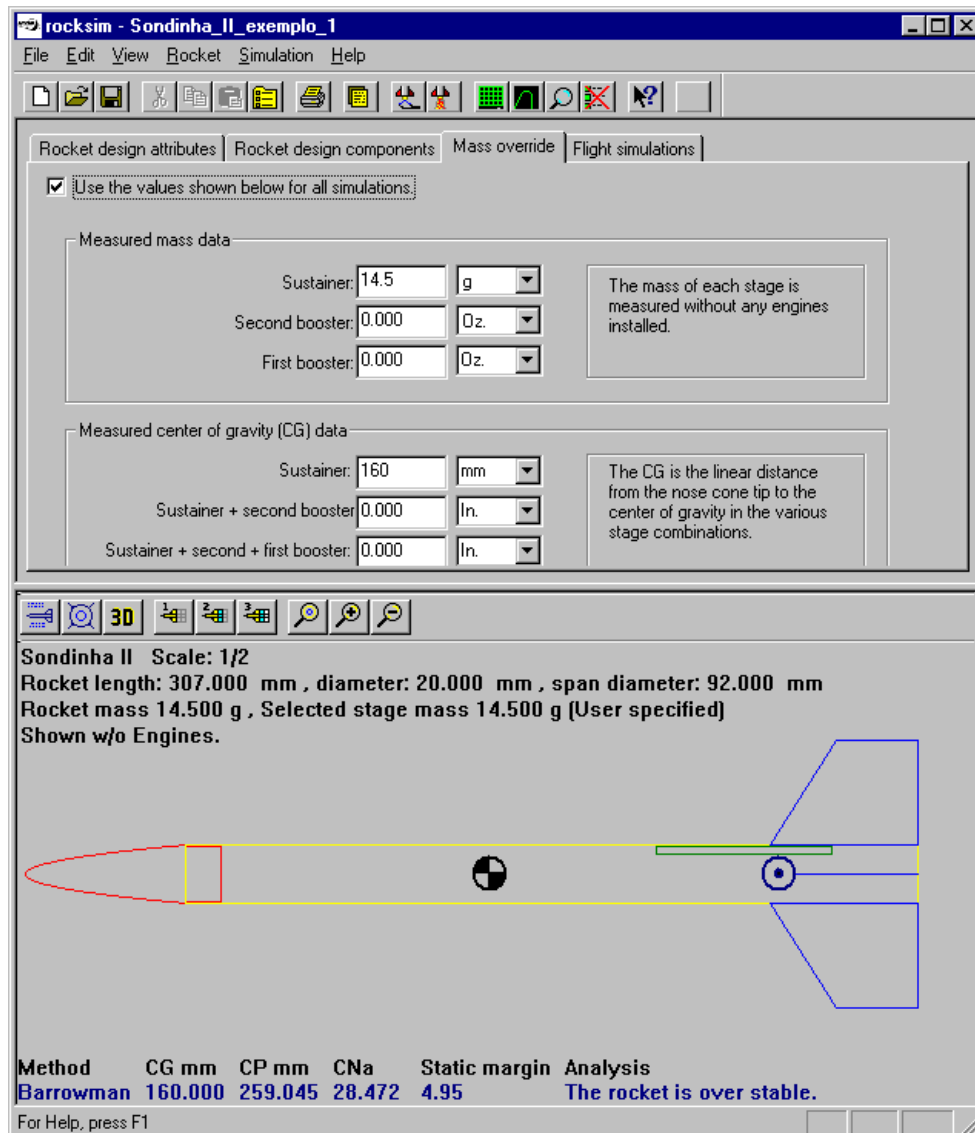

Figura 9. Definição da massa e do CG do minifoguete completo do exemplo 1.
11) Se necessário, o usuário pode redefinir tanto a massa quanto o CG de cada componente ou do minifoguete completo. Para adequar à realidade, no caso do Sondinha II, são redefinidos a massa e o CG do minifoguete completo. Para tanto, na janela principal do RockSim, deve-se clicar na opção “Mass override” e definir os diversos parâmetros de acordo com a Figura 9; em seguida, gravar, executando File, Save. Com isso, para o conjunto formado pelo nariz, tubo-foguete, empenas e tubo-guia, o RockSim apresenta os seguintes resultados: